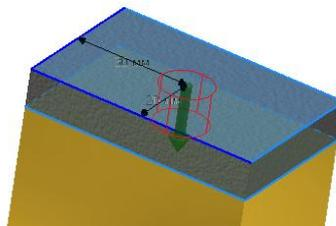

Рис. 87. Позиционирование винта
5. Последовательно выберите одно ребро верхней грани, задайте расстояние 20 мм, затем второе и задайте расстояние 30 мм (рис. 87).